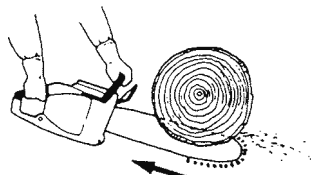

Fig. 20
- Cuando corte con la parte superior de la cadena, la fuerza reactiva empujará la sierra hacia usted tratando de alejarse de la madera que esté cortando. (Fig. 20)